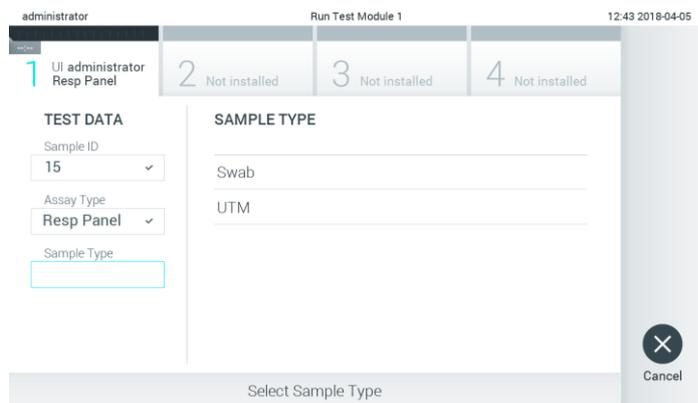

Figura 72. Seleção do tipo de amostra.
5. O campo Assay Type (Tipo de ensaio) é automaticamente preenchido e, se necessário, deve ser manualmente selecionado um Sample Type (Tipo de amostra) apropriado a partir da lista (Figura 72).